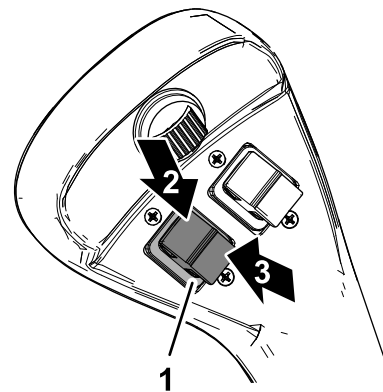

Figure 20
- Appuyez de manière prolongée sur le haut de la commande hydraulique de l'accessoire pour diriger le débit hydraulique de l'accessoire hydraulique en avant (Figure 20).